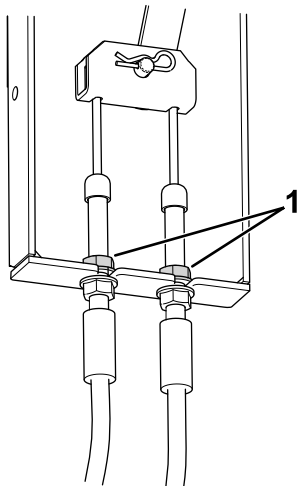

Рисунок 74
3. Найдите крепление троса тормоза (Рисунок 74) под левой стороной машины рядом с левым колесом.